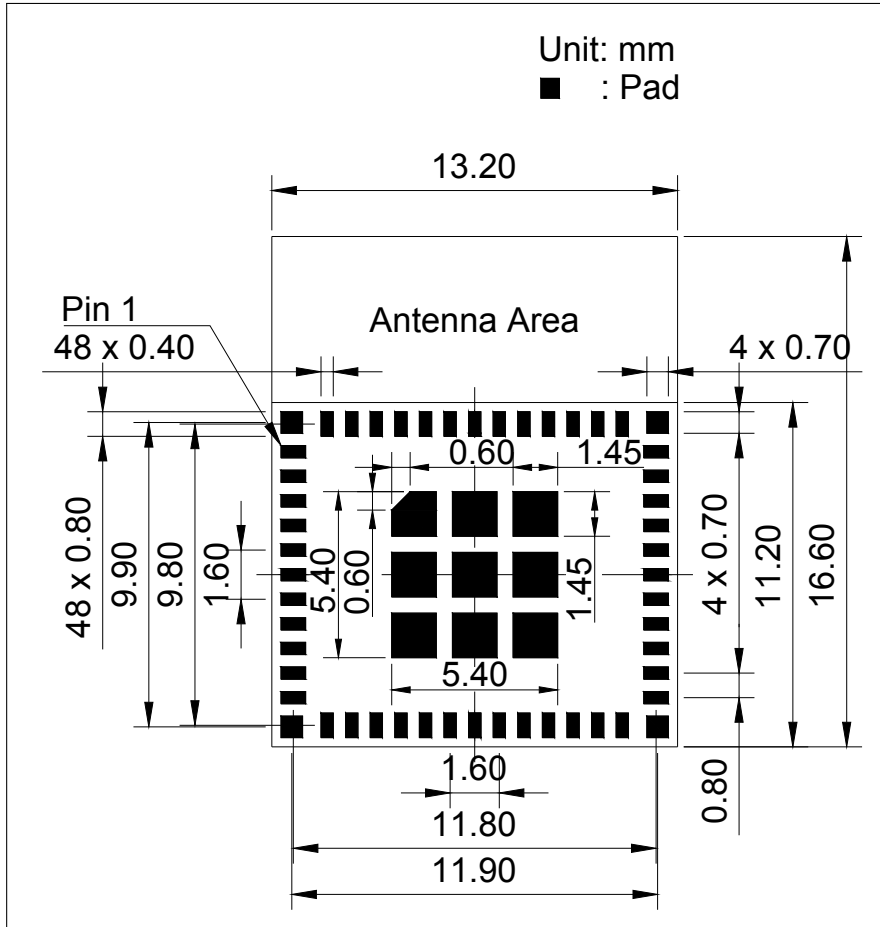
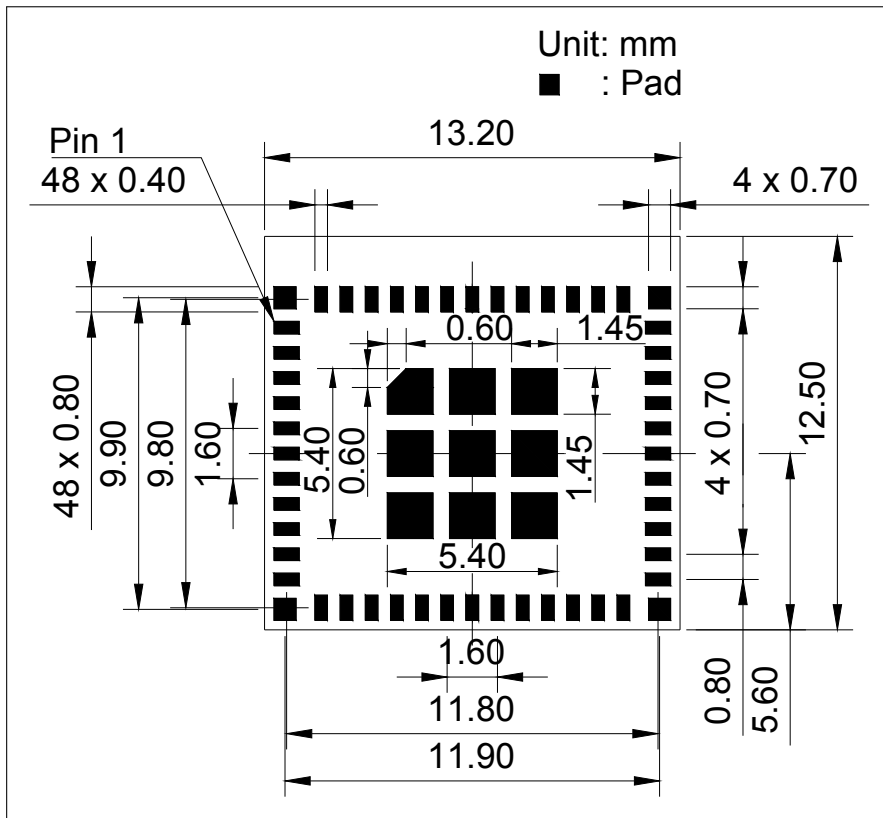

图 10: ESP32-C6-MINI-1 推荐 PCB 封装图形
图 11: ESP32-C6-MINI-1U 推荐 PCB 封装图形
- 推荐 PCB 封装图，标有 PCB 设计所需的全部尺寸。详见图 10 *ESP32-C6-MINI-1 推荐 PCB 封装图形* 和图 11 *ESP32-C6-MINI-1U 推荐 PCB 封装图形*。
- 推荐 PCB 封装图的源文件，用于测量图 10 和 11 中未标注的尺寸。您可用 Autodesk Viewer 查看 ESP32-C6-MINI-1 和 ESP32-C6-MINI-1U 的封装图源文件。